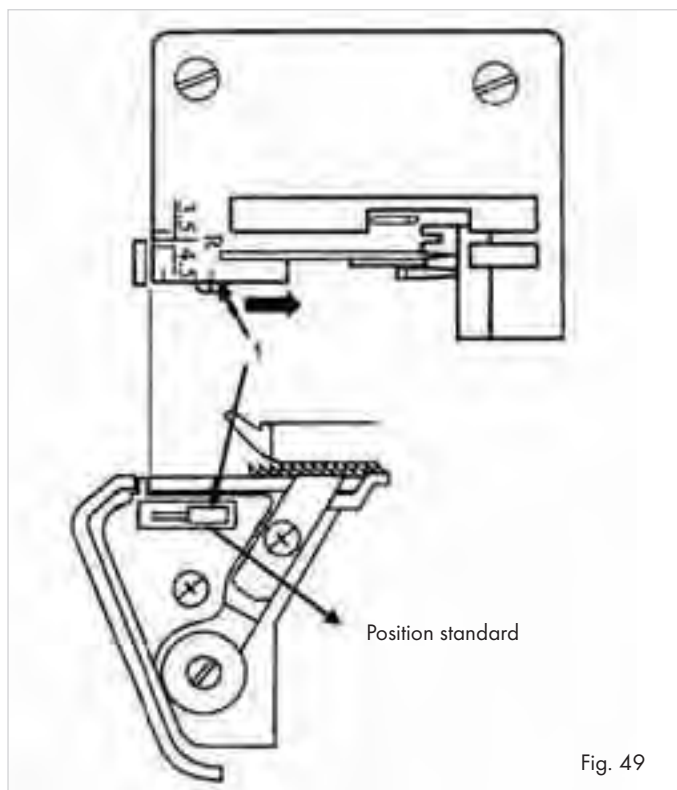

Fig. 49
- Faites glisser l'interrupteur de largeur de couture 23 sur "S", afin de faire avancer le doigt de largeur de couture (1) (Fig. 49).